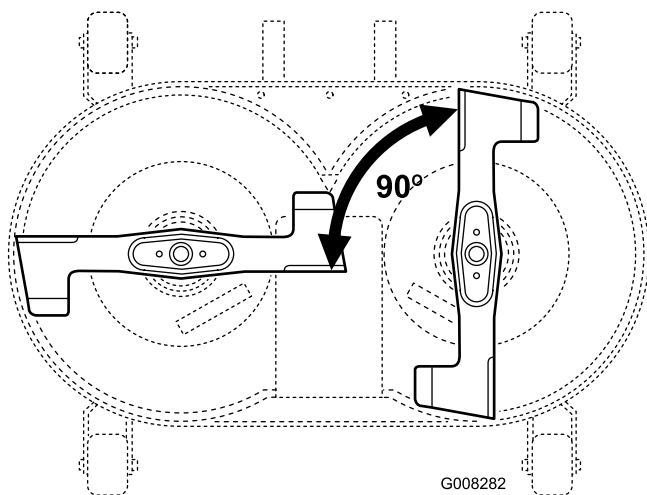

Figure 38
2. Placez les lames à 90° l'une de l'autre (Figure 38).